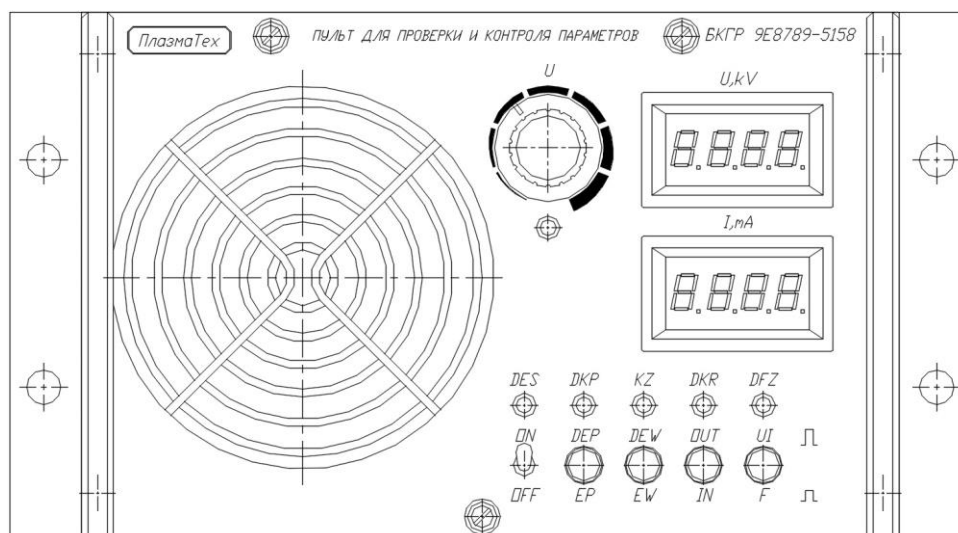
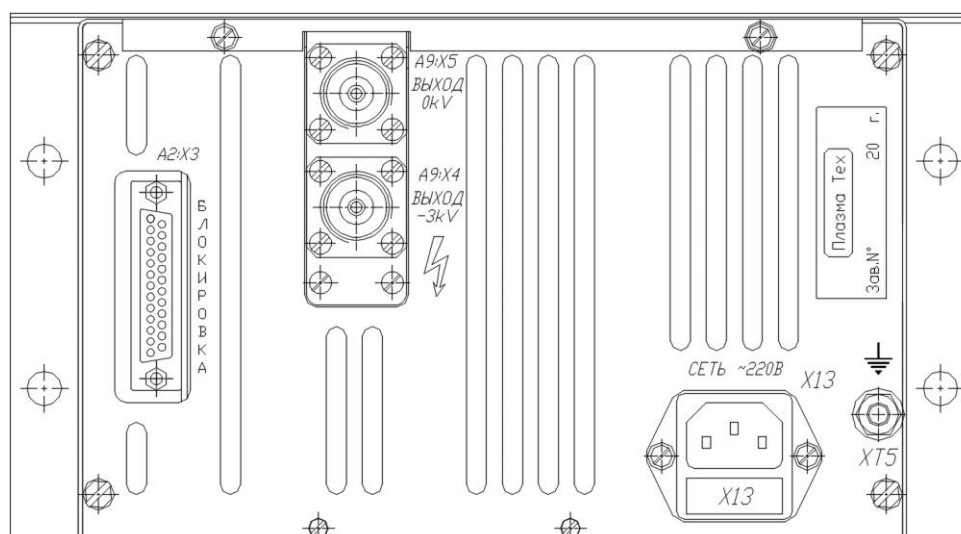

Рис.1. Вид спереди на «Пульт».
Рис.2. Вид сзади на «Пульт».
Блок выполнен в конструктиве «Евромеханика», высотой 3U (см. рис.1 и рис.2).
7.1. Перед началом работы внимательно изучите техническое описание и ознакомьтесь с расположением органов ручного управления на передней панели «Пульта» (см. рис.1), и последовательностью их применения.
Изучите функциональное назначение тумблера, кнопок, светодиодов, индикаторов и ручки-регулятора на «Пульте» пользуясь, рис.1 или же им самим и нижеприведённой расшифровкой их названий:
8.2. Переведите тумблер «ON/OFF» в верхнее положение и «Пульт» включиться «по сети», о чем свидетельствует свечение двух 3,75-разрядных семисегментных светодиодных индикаторов контроля данных – «УИ» (см. рис.1). Кроме этого засветятся ещё и все остальные четыре светодиода-индикатора зелёным светом и один светодиод-индикатор «U» красным цветом.
Состояние режима работы «Пульта», как указывалось выше, отображается светодиодами-индикаторами на «ПИР» (см. рис.1).